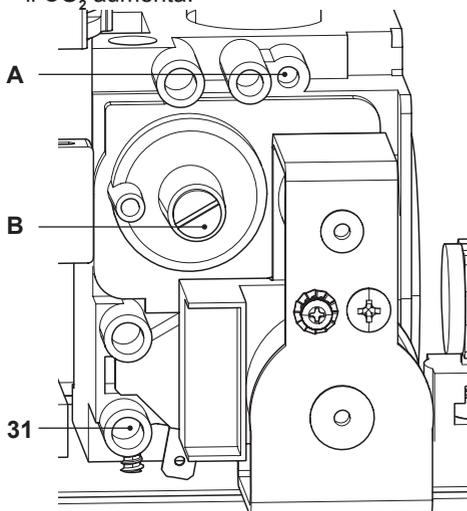

Figura 7.5
- A caldaia spenta (fuori servizio), controllare la pressione di alimentazione utilizzando la presa 31 in Figura 7.5 e confrontare il valore letto con quelli riportati nella tabella Pressioni di alimentazione gas nella sezione "Dati tecnici" pag. 24.
- Richiudere bene la presa di pressione 31 in Figura 7.5.
- Per tarare il CO_2 della caldaia (pressione del gas al bruciatore) svitare completamente il tappo in ottone di protezione B e agire sulla vite a brugola \varnothing 4 mm sottostante Figura 7.5, girando in senso orario il CO_2 aumenta.
- Se i due dati non coincidono agire sulla vite regolazione massimo RQ (A in Figura 7.5) della valvola gas e tarare il CO_2 allo stesso valore riportato nella sezione "Dati tecnici" in tabella "Dati in sanitario" pag. 24 (modello **M261.2025SM/M**) e pag. 28 (modello **M261.3035SM/M**). Girando in senso orario il CO_2 diminuisce.